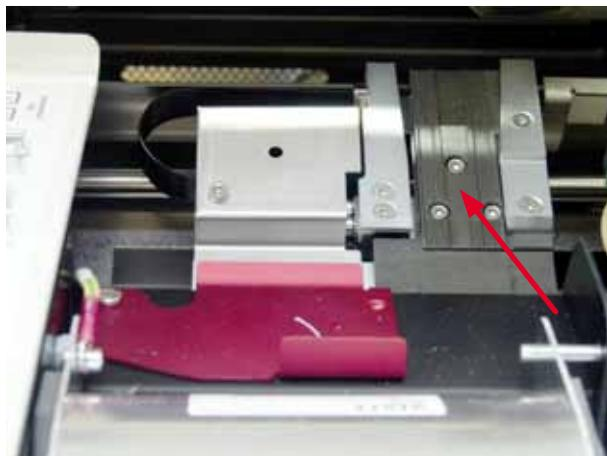

Рис. 49
- Станция транспортировки (→ "Рис. 49")
(→ "Рис. 49").